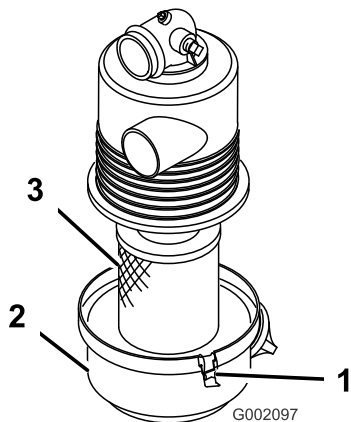

図 25
- エアフィルタのカバーをエアフィルタのハウジングに固定しているラッチを外してカバーを外す **図 25**。
- フィルタハウジングからエレメント **図 25** を丁寧に抜き出す。